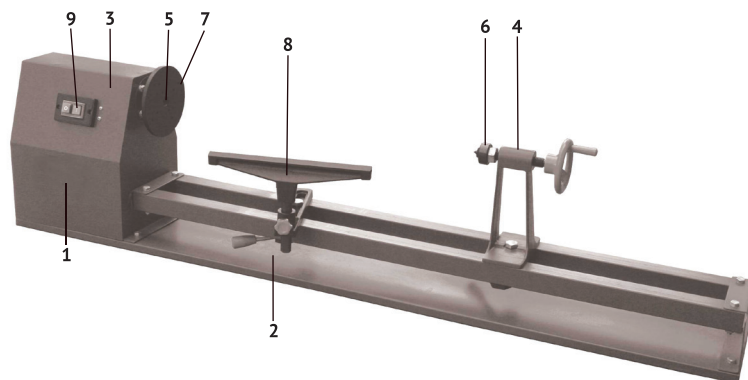

рис. 1
3.1 Общий вид станка представлен на рис. 1